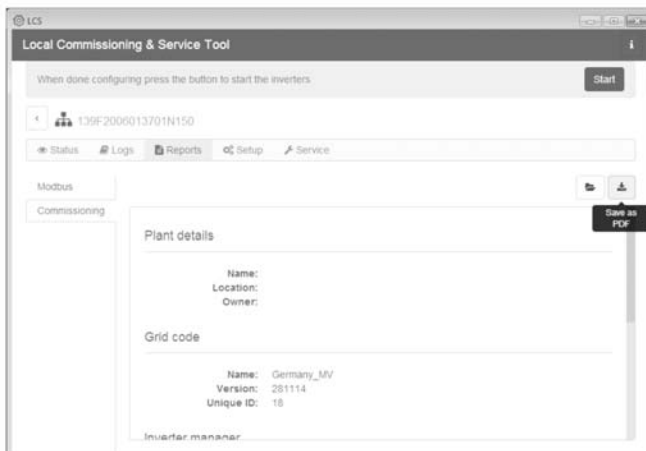

Abbildung 5.9 LCS-Tool - Inbetriebnahmebericht
13. Bei Inbetriebnahme ist es möglich, einen Inbetriebnahmebericht im Menü **Reports** herunterzuladen. Der Bericht enthält alle Informationen über die Wechselrichtereinstellungen, einschließlich der eingestellten Trennwerte für die einzelnen Wechselrichters. Siehe Abbildung 5.9.